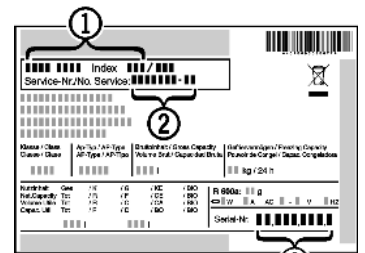

Fig. 7
- ▶ Odczytać z tabliczki znamionowej oznaczenie urządzenia Fig. 7 (1), nr serwisowy Fig. 7 (2) oraz numer seryjny Fig. 7 (3). Tabliczka znamionowa znajduje się po lewej stronie wnętrza urządzenia.
- ▶ Poinformować serwis i podać opis zakłócenia, oznaczenie urządzenia Fig. 7 (1), nr serwisowy Fig. 7 (2) oraz numer seryjny Fig. 7 (3).